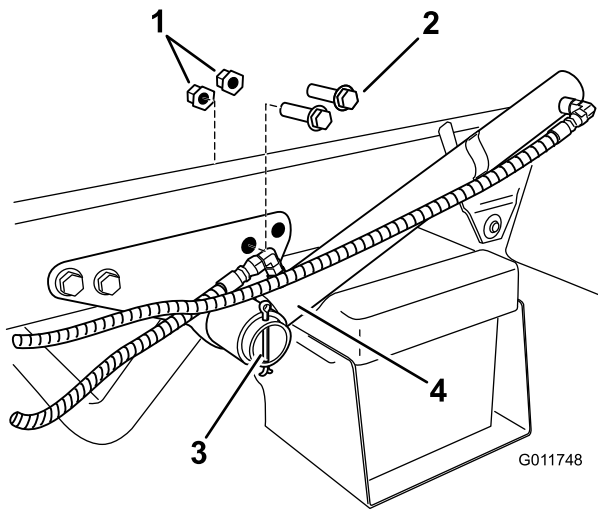

Bild 17
1. Nehmen Sie die beiden hinteren Schrauben und Bundmuttern an der Hubzylinderhalterung ab (Bild 17). Bewahren Sie die Befestigungsteile für eine spätere Verwendung auf.